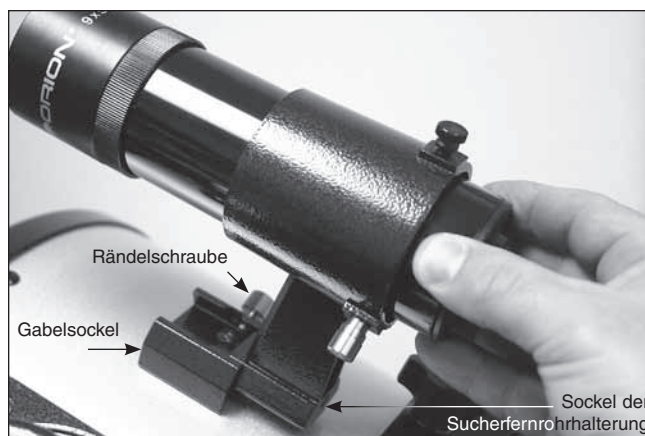

Abbildung 32. Der Sockel der Halterung für das Sucherfernrohr wird in die Gabelhalterung eingesetzt und mit der Rändelschraube fixiert.
2. Führen Sie den Fuß der Halterung des Sucherfernrohrs in die Gabelhalterung ein, die sich neben dem Fokussierer befindet (**Abbildung 32**). Ziehen Sie die Rändelschraube an der Gabelhalterung fest, um die Halterung zu fixieren.